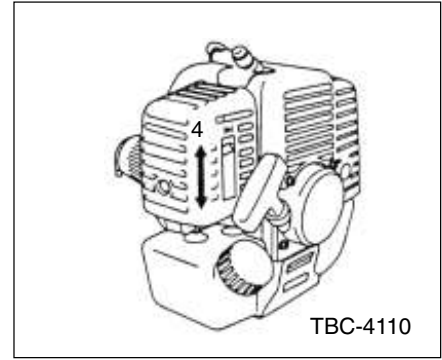

Fig.2-3
2. With the safety trigger (2) pressed (if so equipped), pull throttle trigger and push throttle lock (3), then slowly release the throttle trigger first, then the safety trigger. This will lock the throttle in starting position.
3. Set choke lever to CLOSED position (4). (Fig. 2-3)
2. Tout en appuyant sur le bouton de blocage de gâchette de commande des gaz (2) (si elle en est munie), presser la commande des gaz et repousser le bouton de blocage de la commande des gaz (3). Relâcher ensuite lentement la commande des gaz en premier, puis le bouton de blocage de la gâchette de commande des gaz. Ceci verrouillera le papillon de commande des gaz sur la position de démarrage.
3. Régler la manette de starter sur la position "CLOSED" (4). (Fig. 2-3)
2. Premendo sul salvavita (2) (se la macchina ne è fornita), tirare la leva dell'acceleratore e premere il pulsante di bloccaggio acceleratore (3), quindi rilasciare lentamente prima la leva dell'acceleratore e poi il salvavita. La leva dell'acceleratore rimane così bloccata in posizione di avviamento.
3. Chiudere l'aria portando la leva nella posizione CLOSED (4). (Fig. 2-3)